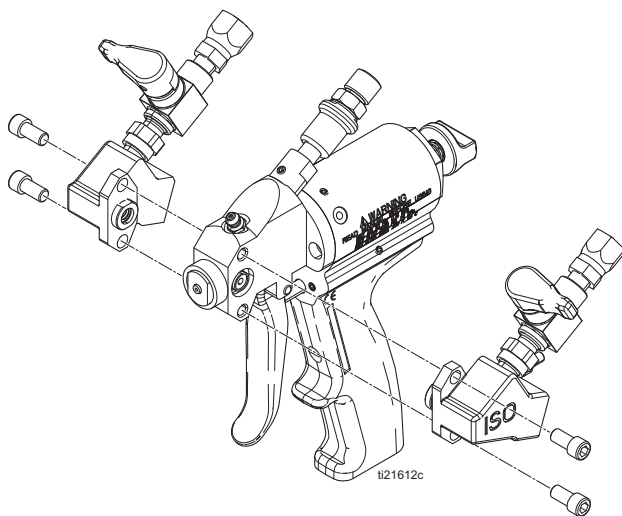

ABB. 11 Seitenblockdichtung
3. Prüfen, ob die Abzugsicherung (67) festgezogen und vollständig in die Pistole geschraubt wurde.
4. Schrauben der Seitenblöcke entfernen und Seitenblöcke abnehmen. Siehe ABB. 11, Seite 18.
5. Eines der Dichtungsgehäuse der Seitenblöcke (17) vom Seitenblock entfernen. Die Dichtung (30) im Gehäuse belassen und mit einem geeigneten Lösungsmittel spülen.